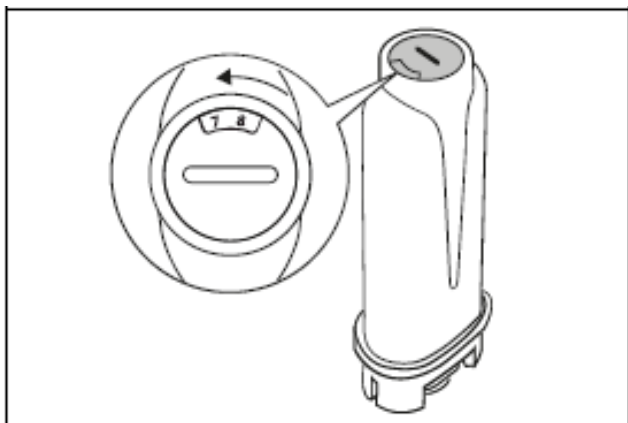

Рис. 60
- Поверните индикатор даты так, чтобы отображались следующие 2 месяца (рис. 60): поверните диск индикатора даты до появления следующих двух месяцев. Нажмите > NEXT.